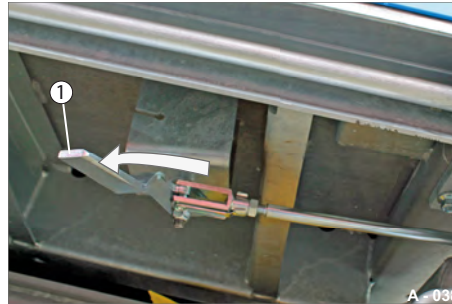

Abb. 46 Zentralverriegelung entriegelt
- ▶ Drehen Sie den Hebel (Abb. 46/1) in ca. 90 ° Stellung auf.